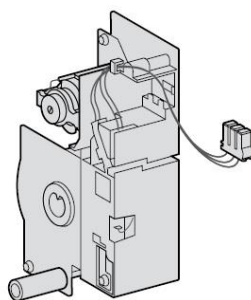

Рисунок 8 – Мотор-редуктор МСН
Мотор-редуктор МСН, рисунок 8, осуществляет автоматический взвод пружин с момента включения выключателя. Мотор-редуктор в стандартном исполнении оснащен концевым контактом, который сигнализирует о взведенном положении. Напряжение питания мотор-редуктора 220(110) В постоянного или 230 (120) В переменного тока. Рабочий диапазон $0,85-1,1U_{ном.}$, потребление 180 Вт, время взвода не более 6 с.